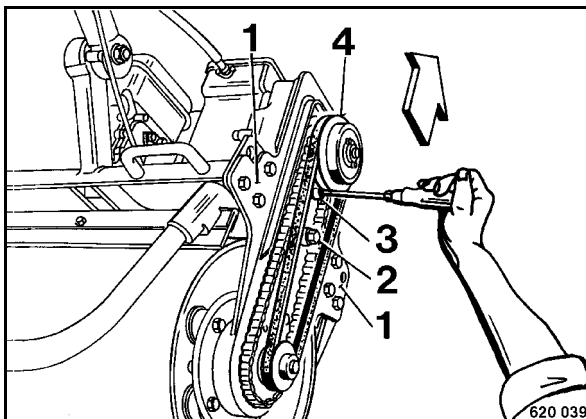

рис. 44
- Ослабить все крепежные винты 1 (рис. 44).
- Ослабить крепежный винт (2).
- Ослабить все крепежные винты (1 и 2) (рис. 44).
- Отодвигать обратно центробежное сцепление (4), пока нельзя будет снять клиновой ремень или цепь.